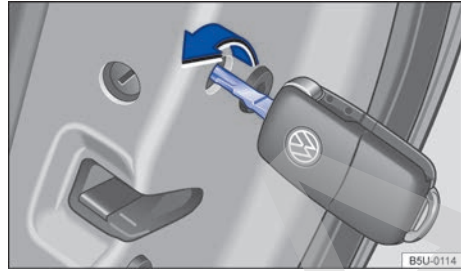

Fig. 152 Bloqueo de emergencia del vehículo con la llave del vehículo.
- Insertar la varilla de la llave en la hendidura vertical y girar hacia adentro del vehículo ⇒ fig. 152, en el sentido de la flecha.